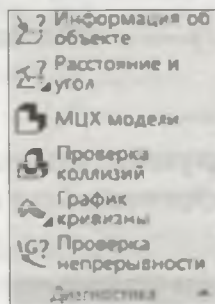

Рис. 25.12. Панель инструментов
- ♦ Панель инструментов **Диагностика** (рис. 25.12) — содержит команды, позволяющие выполнять различные измерения и вычислять массоцентровочные характеристики;